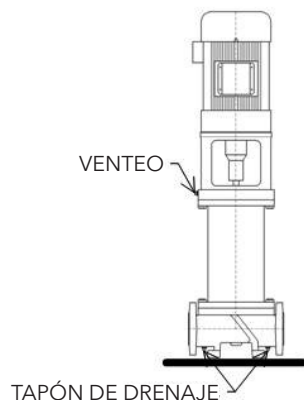

Figura 24: Ubicaciones del tapón de venteo/drenaje
2. Drene el líquido de la bomba, quitando los tapones de drenaje inferiores y el tapón del respiradero superior. Ver Figura 24.